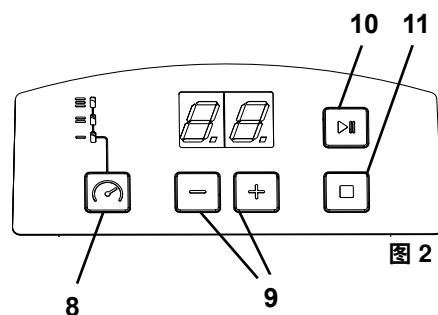

图 2
⇒ 参考 (9, 图 2) + / - 键来调整时间 (0 - 30分钟)。
⇒ 使用选择按钮选择/设置强度 (8, 图 2)
⇒ 按开始/暂停按钮启动清洗机 (10, 图 2)。
- 在清洗过程中可以随时按停止键停止工作 (11, 图 2)。
⇒ 按停止键来终止清洗操作 (11, 图 2) 显示屏显示之前设置的清洗时间。